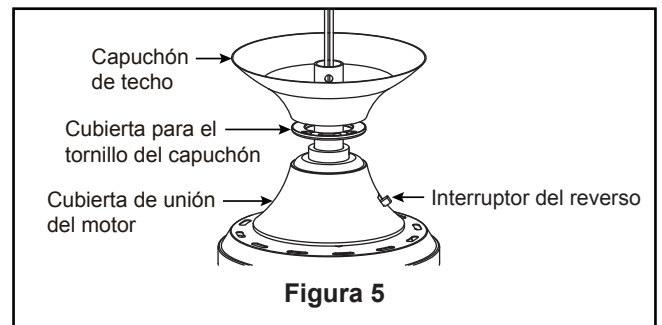

Figura 5
5. Pase los cables a través de la cubierta de unión del motor, la cubierta para el tornillo del capuchón y el capuchón. (Figura 5)
4. Una vez realizadas las conexiones, los cables deben ser colocados de forma extendida poniendo el conductor de la toma de tierra y el conductor de toma de tierra del equipo a un lado de la caja, colocando el conductor sin toma de tierra en el otro lado de la caja, luego gire los conductores hacia arriba y, con cuidado, colóquelos dentro de la caja de salida; con los conductores blancos y verdes hacia un lado y los conductores negros hacia el otro. (Figura 5)